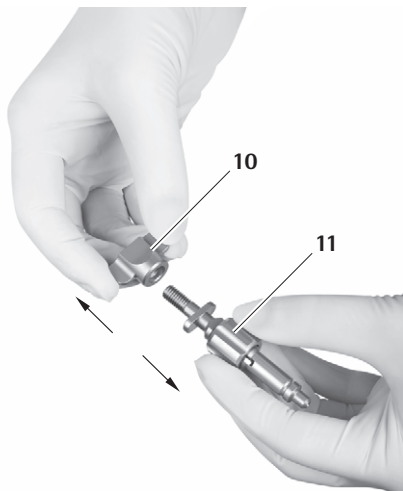

Fig. 17
- Dévisser l'écrou à ailettes 10 de l'adaptateur pour bras de maintien 11, voir Fig. 17.